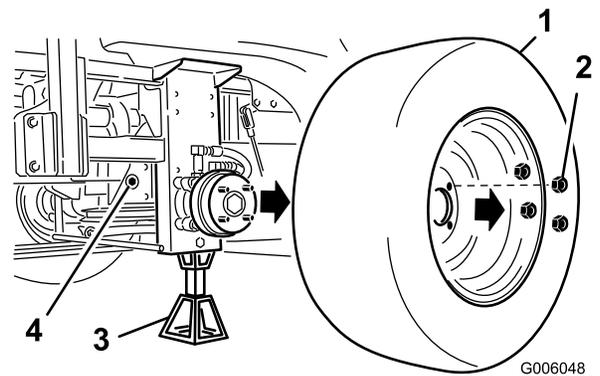

Figura 50
7. Localice el orificio del bastidor y retire el tapón lateral de la caja de engranajes. (Figura 50).